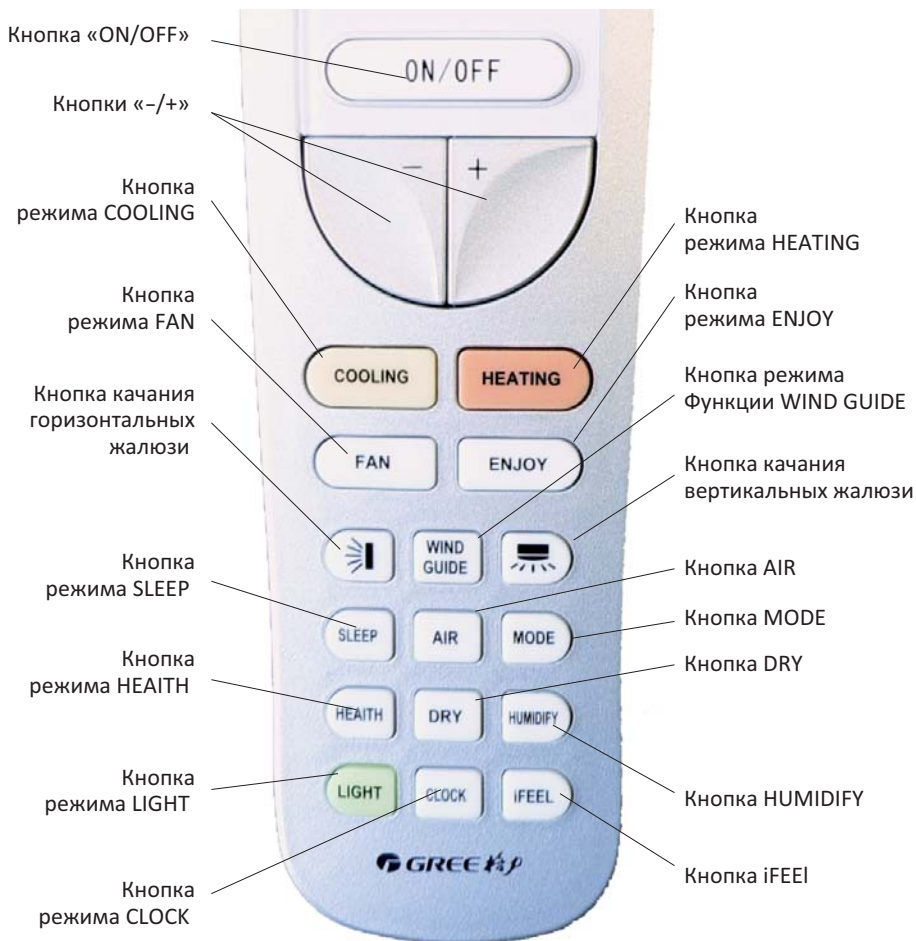
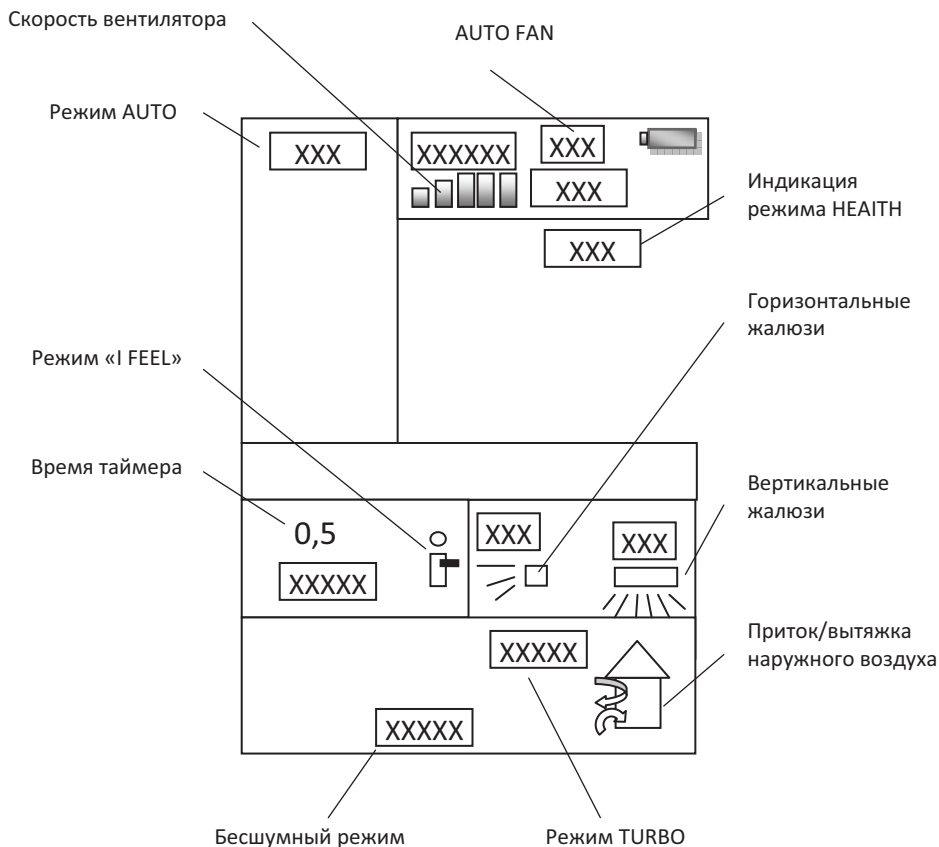

Рис. 5.3
Рис. 5.4
5.6.2 Кнопочная панель пульта управления (рис. 5.3).
• Кнопкой MODE (рис. 5.3) выберите автоматический режим работы. На ЖК-дисплее высветится символ в зоне индикации согласно рис. 5.4.
- Кнопками «+/-» (рис. 5.3) установите необходимую температуру в диапазоне от 16~30 °С. Точность поддержания заданной температуры $\pm 0,5$ °С. Каждое нажатие кнопок «+/-» увеличивает/уменьшает значение температуры на 0,5 °С.
- Кнопками «+/-» (рис. 5.3) установите необходимую температуру.